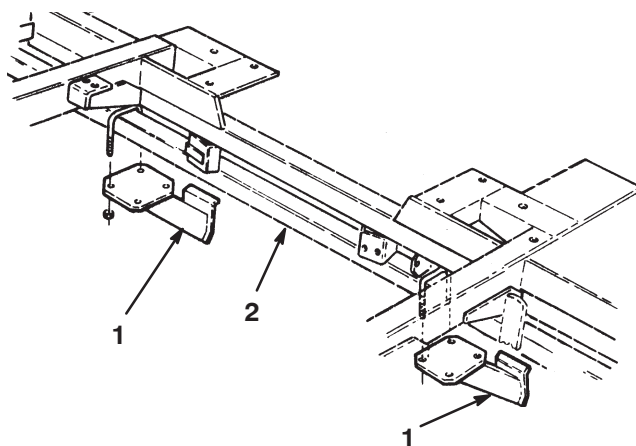

Figura 8
2. Sujete (sin apretar) un tope de rodillo en cada lado del tubo del bastidor, según muestra la Figura 8, con pernos en U y contratuercas.